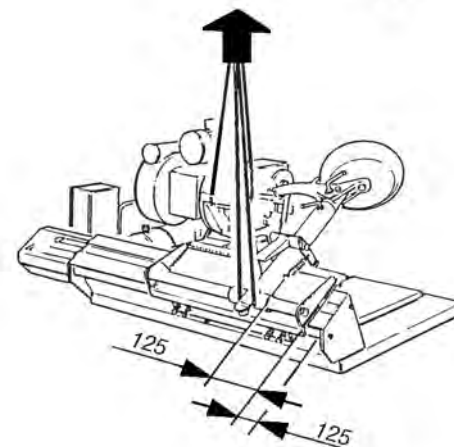

fig.15
MOVIMENTAZIONE (fig.15)
MOVEMENT (fig.15)
» imbragare con funi a norma (una di mt.1,50 e una di mt.2) nei due punti indicati in fig. 15, osservando le distanze (mm.125) come da fig.15.
» harness with cables (one of 1.5m and one of 2m) at the two points indicated in fig. 15, maintaining the distance shown (125 mm) in fig. 15.
MANUTENTION (fig.15)
- » élinguer moyennant des câbles selon les normes (un de 1.50 m et un de 2 m) aux deux points indiqués dans la fig. 15, en respectant les distances (125 mm) selon la fig. 15.
BEWEGEN (Abb.15)
- » die normierten Sicherheitsgurte (1,50 m bzw. 2 m) an den zwei angegebenen Stellen des Geräts anlegen (Abb. 15) und dabei auf die Abstände achten (125 mm) wie nach Abb. 15.
MOVIMIENTO (fig.15)
- » Embragar con cuerdas a norma (una de m.1,50 y otra de m. 2,00) en los dos puntos indicados por la Fig. 15 observando las distancias sugeridas (mm.125).